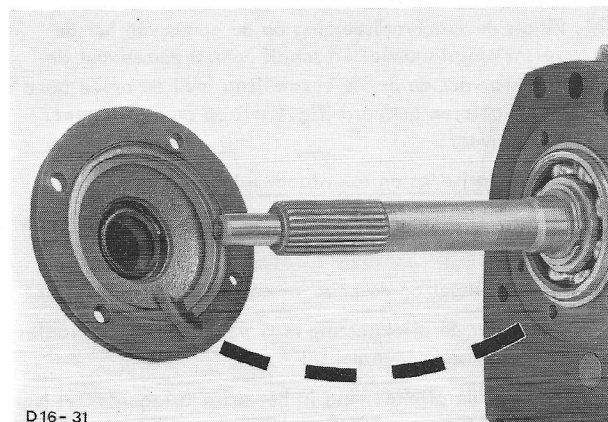

Fig.104 Terugvoergroef en gat voor de olie.
43. Monteer het prise-aslagerdeksel, met een nieuwe pakking (de olie-afvoer van het lagerdeksel en de pakking moeten in lijn liggen (fig.104)). Smeer de lagerdekselbouten met vloeibare pakking en zet ze vast.